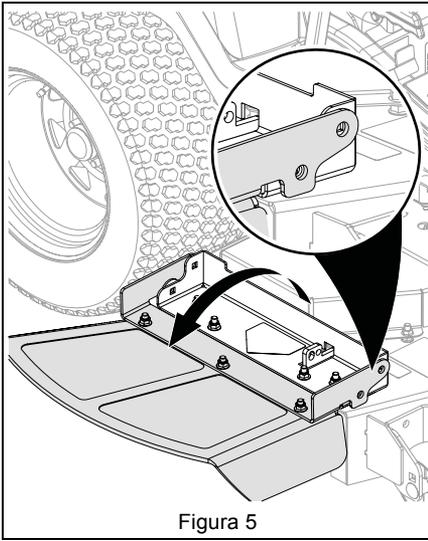

Figura 5
8. Coloque la tolva de descarga en posición de funcionamiento. Compruebe que los orificios estén alineados. Consulte Figura 5.